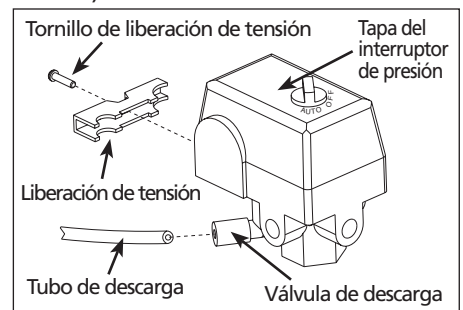

Figura 4
3. Conecte el tubo de descarga a la válvula de descarga. Asegúrese de presionar el tubo de descarga hasta donde entre en la válvula de descarga para que quede colocado adecuadamente (ver Figura 4).
4. Conecte los tres cables (negro, blanco y verde) desde el cable hasta las terminales en el nuevo interruptor. Conecte los tres cables (negro, blanco, y verde) desde el cable del motor hasta las terminales del interruptor nuevo. Remítase al diagrama de cableado que se encuentra en la parte interna de la tapa del interruptor. Utilice el juego nuevo de tornillos de tierra y el tornillo nuevo de liberación de tensión que se incluye con el interruptor nuevo. Descarte los tornillos del interruptor anterior. Instale uno de los liberadores de tensión nuevos que se incluyen con el interruptor nuevo. Elija el liberador de tensión que se parezca más al liberador de tensión anterior. (ver Figura 4).